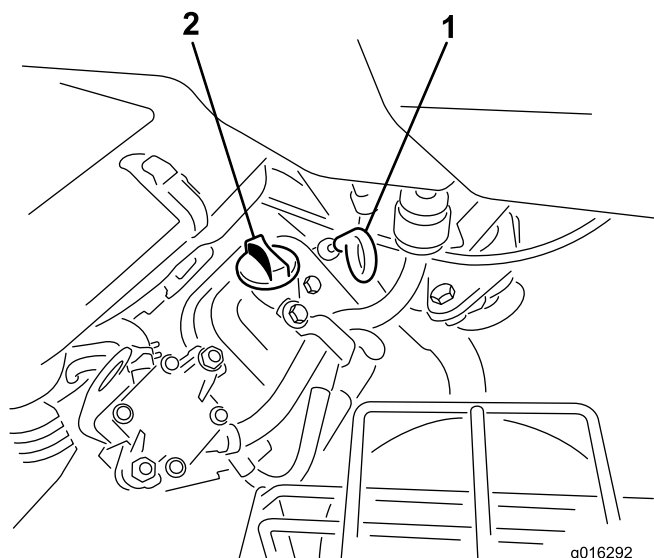

図 28
2. ディップスティックを抜き、ウェスで一度きれいに拭く。ディップスティックを、チューブの根元までもう一度しっかりと差し込む（図 28）。